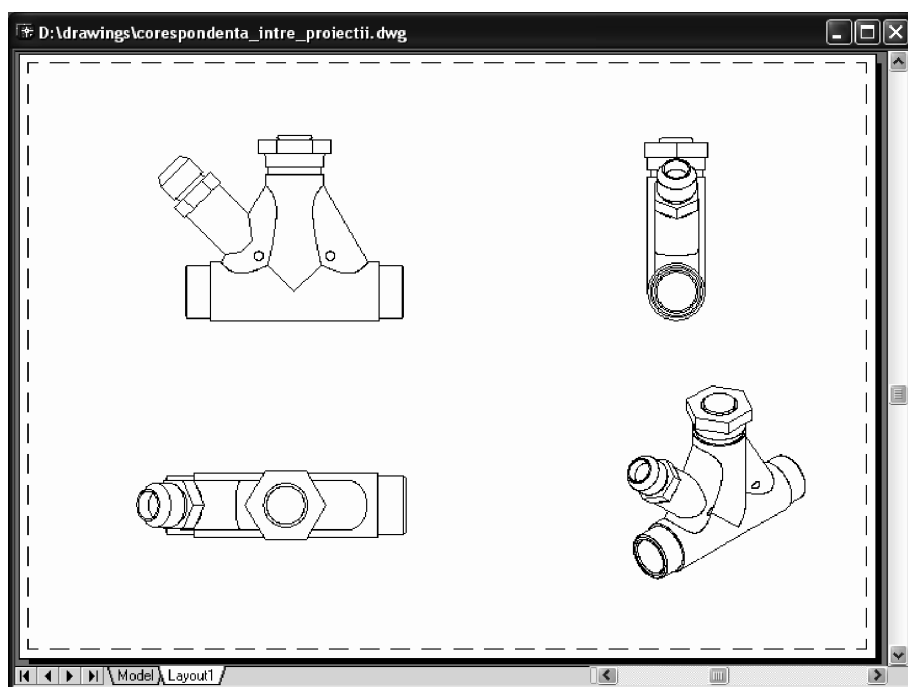

Fig. 10.30 Proiecțiile aliniate
- Alinierea ferestrelor *viewport* din Fig. 10.30, pentru a obține corespondența dintre proiecții, se realizează prin comanda **MVSETUP**.